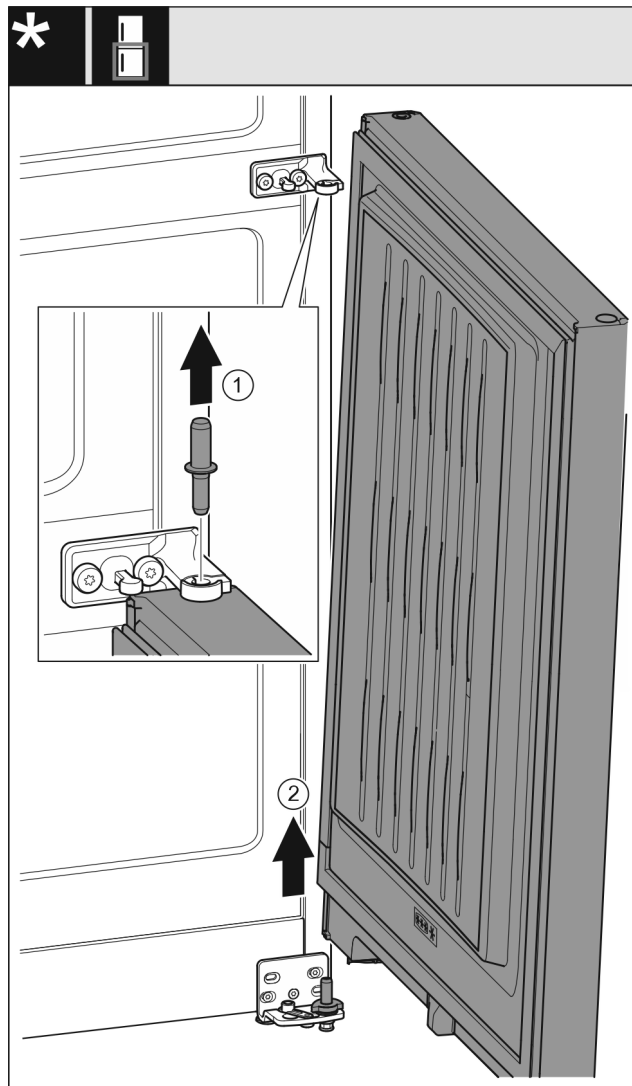

Fig. 11 Senza ammortizzatore di chiusura
- Estrarre il perno Fig. 11 (1) verso l'alto.
- Ruotare all'esterno la porta Fig. 11 (2), tirarla verso l'alto e disporla a lato.